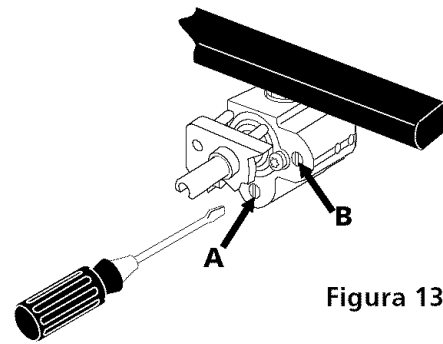

Figura 13
- El tamaño de la flama de la porción posterior del quemador puente puede aumentarse o disminuirse dándole vuelta al tornillo **A** (vea Figura 13). Utilice el tornillo **B** para ajustar el tamaño de la llama de la porción central del quemador puente o del quemador triple. Dé vuelta en sentido opuesto de las manecillas del reloj para aumentar el tamaño de la llama. Dé vuelta en sentido a las manecillas del reloj para disminuir la llama. Ajuste la llama hasta que usted puede dar vuelta rápidamente a la perilla de la posición LITE a la POSICIÓN MÁS BAJA sin extinguir la llama. La llama debe ser tan pequeña como sea posible sin apagarse.